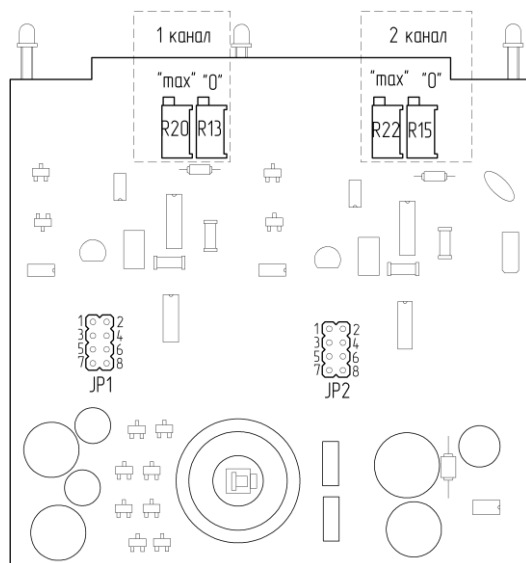

Рисунок 5.1 - Схема розташування органів регулювання та елементів налаштування ПС-42
5.8.4 Для переналагодження блоку на інші вхідні/вихідні сигнали використовуйте рисунок 5.1 та таблицю 5.1.